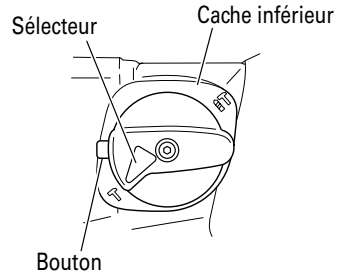

Fig. 7
(1) Commutation sur "percussion"
- (b) Aligner ▲ du levier de sélection sur **▶** du support de levier comme indiqué sur la Fig. 7.